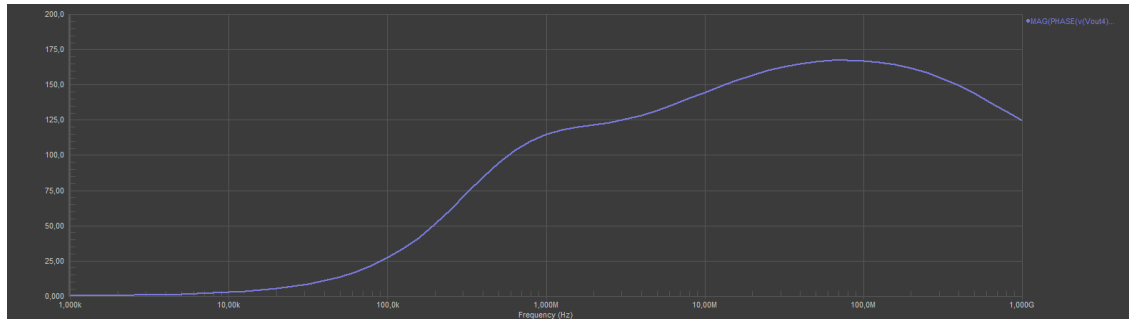

Figure 7: Courbe de la phase en fonction de la fréquence pour le non-inverseur.
- 3.3. Le curseur employé sur la figure 7 permet de déduire la fréquence de coupure de l'inverseur.